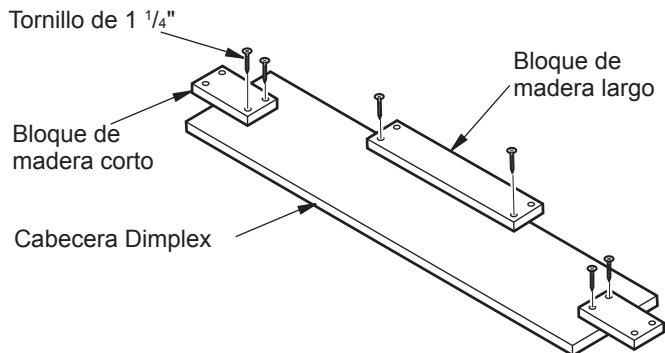

Figura 5 - Fijación de los bloques a la cabecera Dimplex
3. Con los tornillos de 1/4" incluidos, una los bloques cortos a los dos extremos de la cabecera Dimplex (consulte la figura 5, en la página 3).
4. Con los tornillos de 1 1/4" incluidos, una el bloque largo al borde superior de la cabecera del calentador Dimplex (consulte la figura 5, en la página 3).